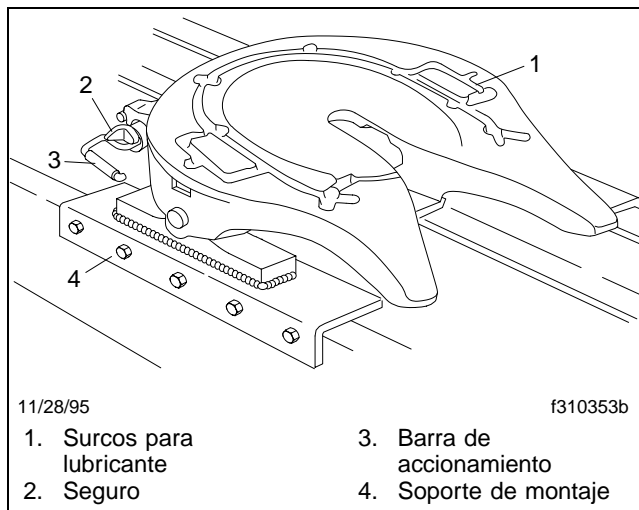
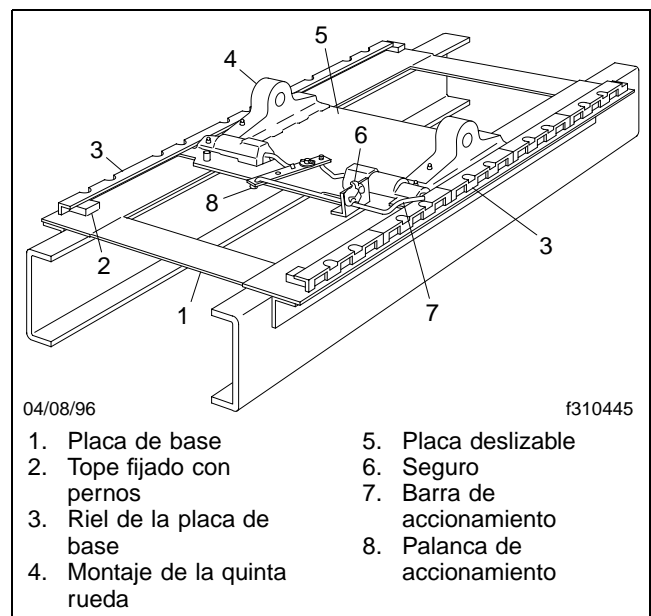

Figura 10.8, Quinta rueda fija Simplex
Figura 10.9, Placa deslizante Taperloc de liberación manual
Las quintas ruedas Castloc II y de la serie Simplex de ASF se utilizan para tirar de remolques que tienen un perno rey estándar de 2 pulgadas (51 mm) de diámetro. Cuando están instaladas como quinta rueda fija (**Figura 10.8**), se montan en el chasis del tractor con soportes en una posición que distribuye la carga del remolque lo mejor posible sobre los ejes del tractor. Cuando se utilizan como quinta rueda deslizable (**Figura 10.9**), se montan en un montaje deslizable Taperloc® (de liberación por aire o manual).
La placa deslizante operada manualmente tiene una barra de accionamiento (**Figura 10.9**) que desbloquea ambos lados de la placa a la vez.
Antes de intentar cerrar el mecanismo de cierre de la quinta rueda de un ensamble de quinta rueda deslizante, la manija de bloqueo de la placa deslizante (**Figura 10.9**) debe estar en la posición de bloqueo. Esto evita que el ensamble deslizante se desplace rápidamente a la posición de más adelante o de más atrás, lo cual podría dañar el ensamble de la quinta rueda, o el perno rey.
Antes de intentar abrir el mecanismo de cierre de la quinta rueda de un ensamble de tipo deslizable, la barra de accionamiento de la placa deslizable (Figura 10.9) debe estar en la posición de bloqueo, y los pasadores de seguridad de la placa deslizable deben estar en la posición de bloqueo (introducidos a fondo en las ranuras de los rieles de la placa de base). Esto evita que el ensamble deslizable se desplace rápidamente a la posición de más adelante o de más atrás, lo cual podría dañar el ensamble de la quinta rueda, o el perno rey.
- 3.2 Para los modelos de operación manual, levante el seguro y tire de la barra de accionamiento de la placa deslizante (**Figura 10.9**) hacia afuera hasta que el resalto haya salido del soporte de la barra de accionamiento, y luego baje la barra de accionamiento lo más que se pueda.